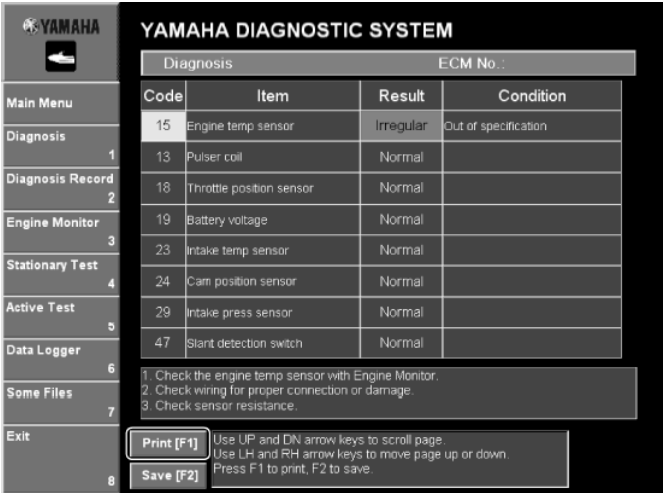

Рис. 34
1.Щелкнуть по **Печать(Print [F1])** или нажать клавишу F1 на клавиатуре отображается Диалоговое окно **Печать(Print)**. (Рис. 34)